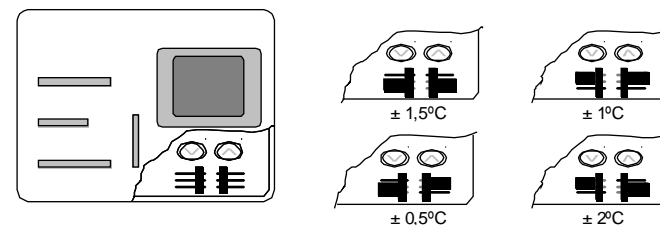

Fig.2 / Abb. 2
Dead zone value jumper, only for models with automatic operation. (Fig.2).
- 4.- Collegli i cavi elettrici del termostato seguendo lo schema di collegamento. (Fig.2).
Jumper di valore della zona morta, solo per modelli con possibilità di funzionamento automatico. (Fig. 2).